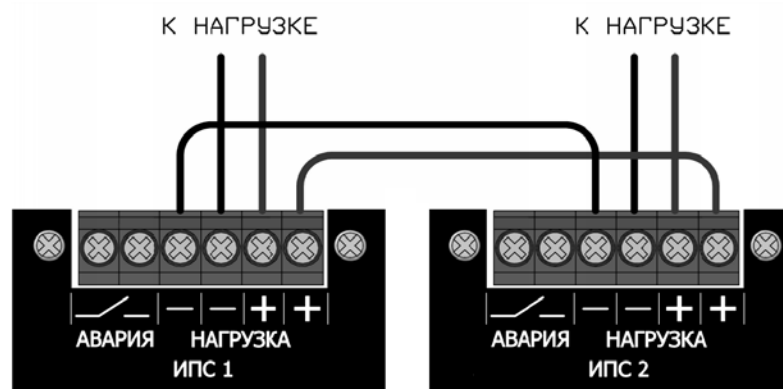

Рисунок 4. Параллельное включение ИПС.
**6.3** Серийные ИПС допускают включение на параллельную работу (см. рис.4). При этом будет обеспечиваться селективная дистанционная сигнализация, так как реле сигнализации включены до разделительных выходных ключей ИПС.